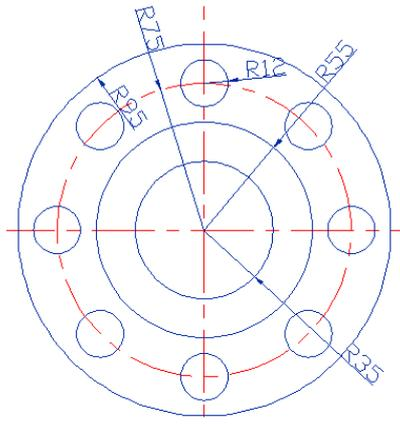

图 3-62 轴承端盖图
1. 绘制如图 3-62 所示的轴承端盖平面图，设置两个图层：图层 1 颜色为红色，线型为 CENTER，线宽为 0.2mm；图层 2 颜色为蓝色，线型为 CONTINUOUS，线宽为 0.5mm。